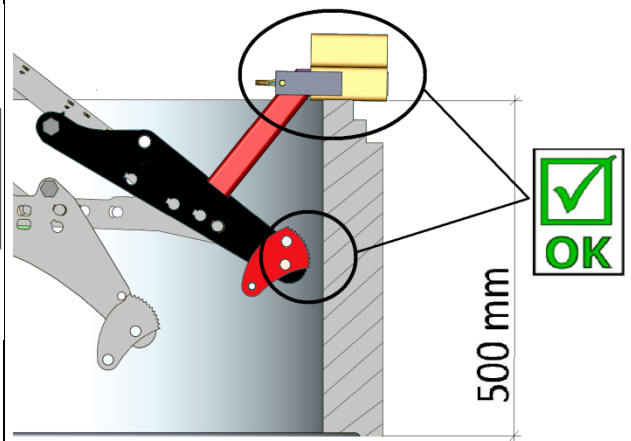

Bild 4
**Bild 4** zeigt einen Schachtring mit einer höheren Bauhöhe wie 250 mm (z.B. 500 mm) mit eingesetzten „Adaptersatz“ (4400.0079) für den normalen Gebrauch der SVZ-UNI.